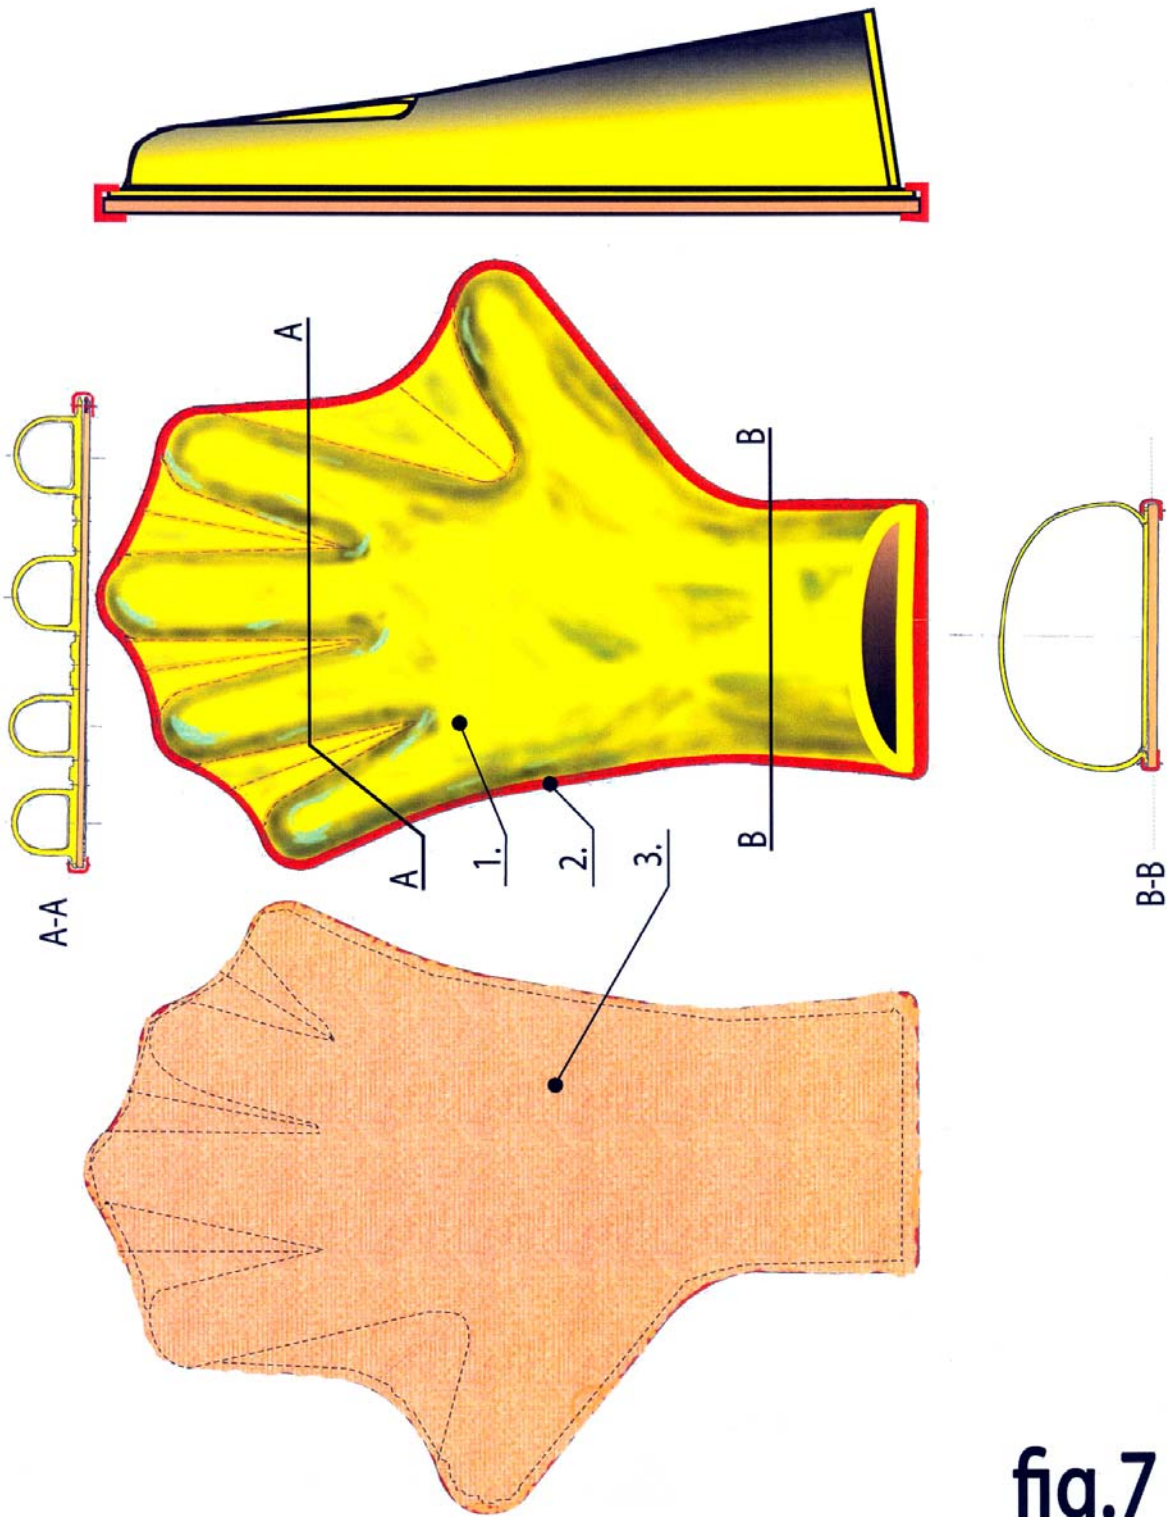

fig.7
- **fig. 7:** ilustracja zbiorcza